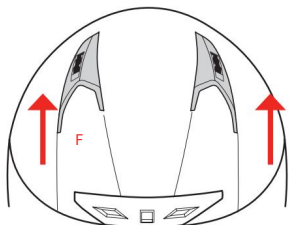

図5
- 図 5: カーソルを後方にスライドさせて吸気口を完全に開きます